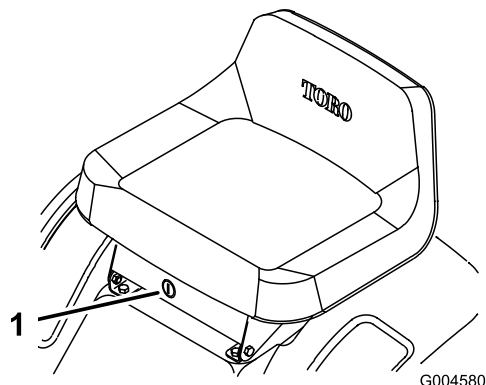

Figura 15
Se dovete utilizzare la PDF durante la retromarcia, escludete il microinterruttore di sicurezza agendo sull'interruttore KeyChoice, situato accanto alla staffa del sedile (Figura 15).
2. Inserite nell'interruttore la chiave KeyChoice (Figura 15).